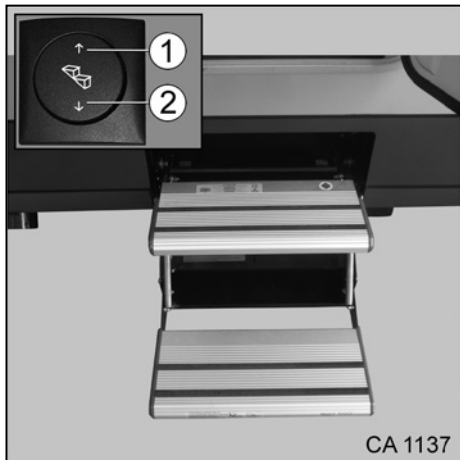

Fig. 15 Marche-pied à deux marches
1. Appuyer sur l'interrupteur à bascule (Fig. 15/2) et le marche-pied sort complètement.
1. Appuyer sur l'interrupteur à bascule (Fig. 15/1) et le marche-pied rentre complètement.